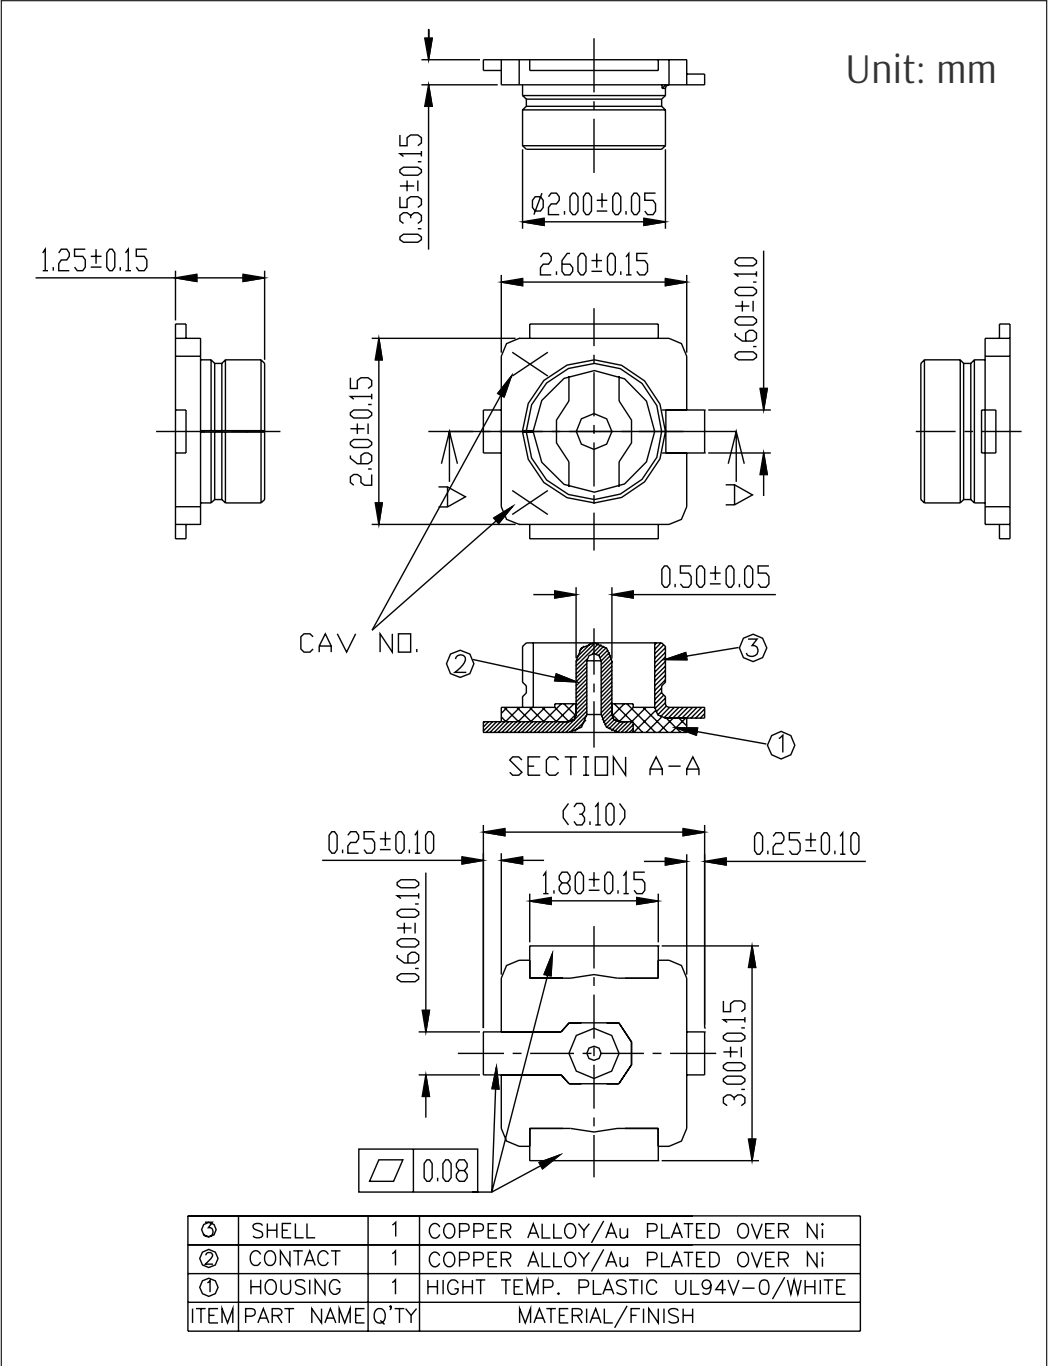

图 9-3. 外部天线连接器尺寸图
ESP32-S2-SOLO-2U 采用图 9-3 外部天线连接器尺寸图 所示的第一代外部天线连接器，该连接器兼容：
- 接口规格与模组天线连接器接口匹配，参考图 9-3 外部天线连接器尺寸图